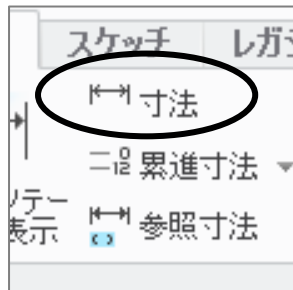

Fig.34 寸法ツール
8. 足りない寸法があるため、Fig.34に示す寸法ツールで追加表示する。